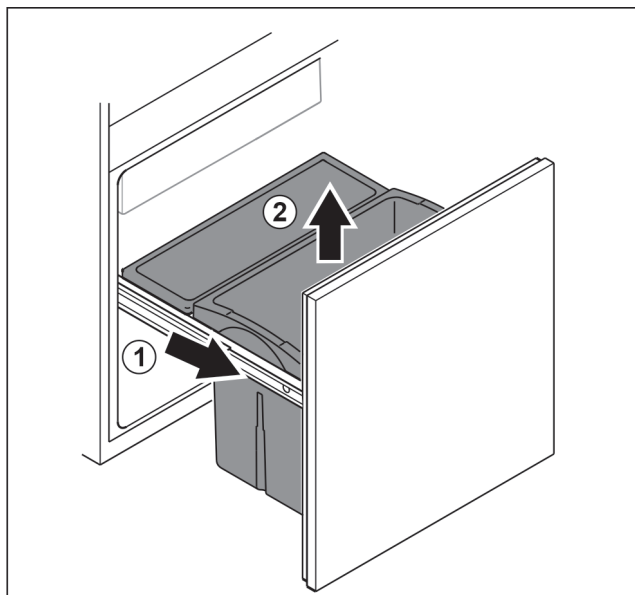

Fig. 100
- ▶ Træk udtræksskuffen ud indtil anslag. Fig. 100 (1)
- ▶ Tag skuffen ud opetter. Fig. 100 (2)